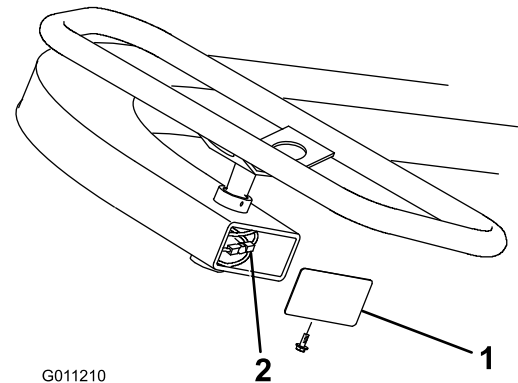

Bild 49
2. Ersetzen Sie die Kabel, wenn alle Kabelstränge verwendet wurden. Warten Sie ggf. die unter dem Lenkrad befindliche Riemenscheibe und das Lenkkabel. Nehmen Sie hierfür den Deckel am Ende der Lenksäule ab (Bild 49).